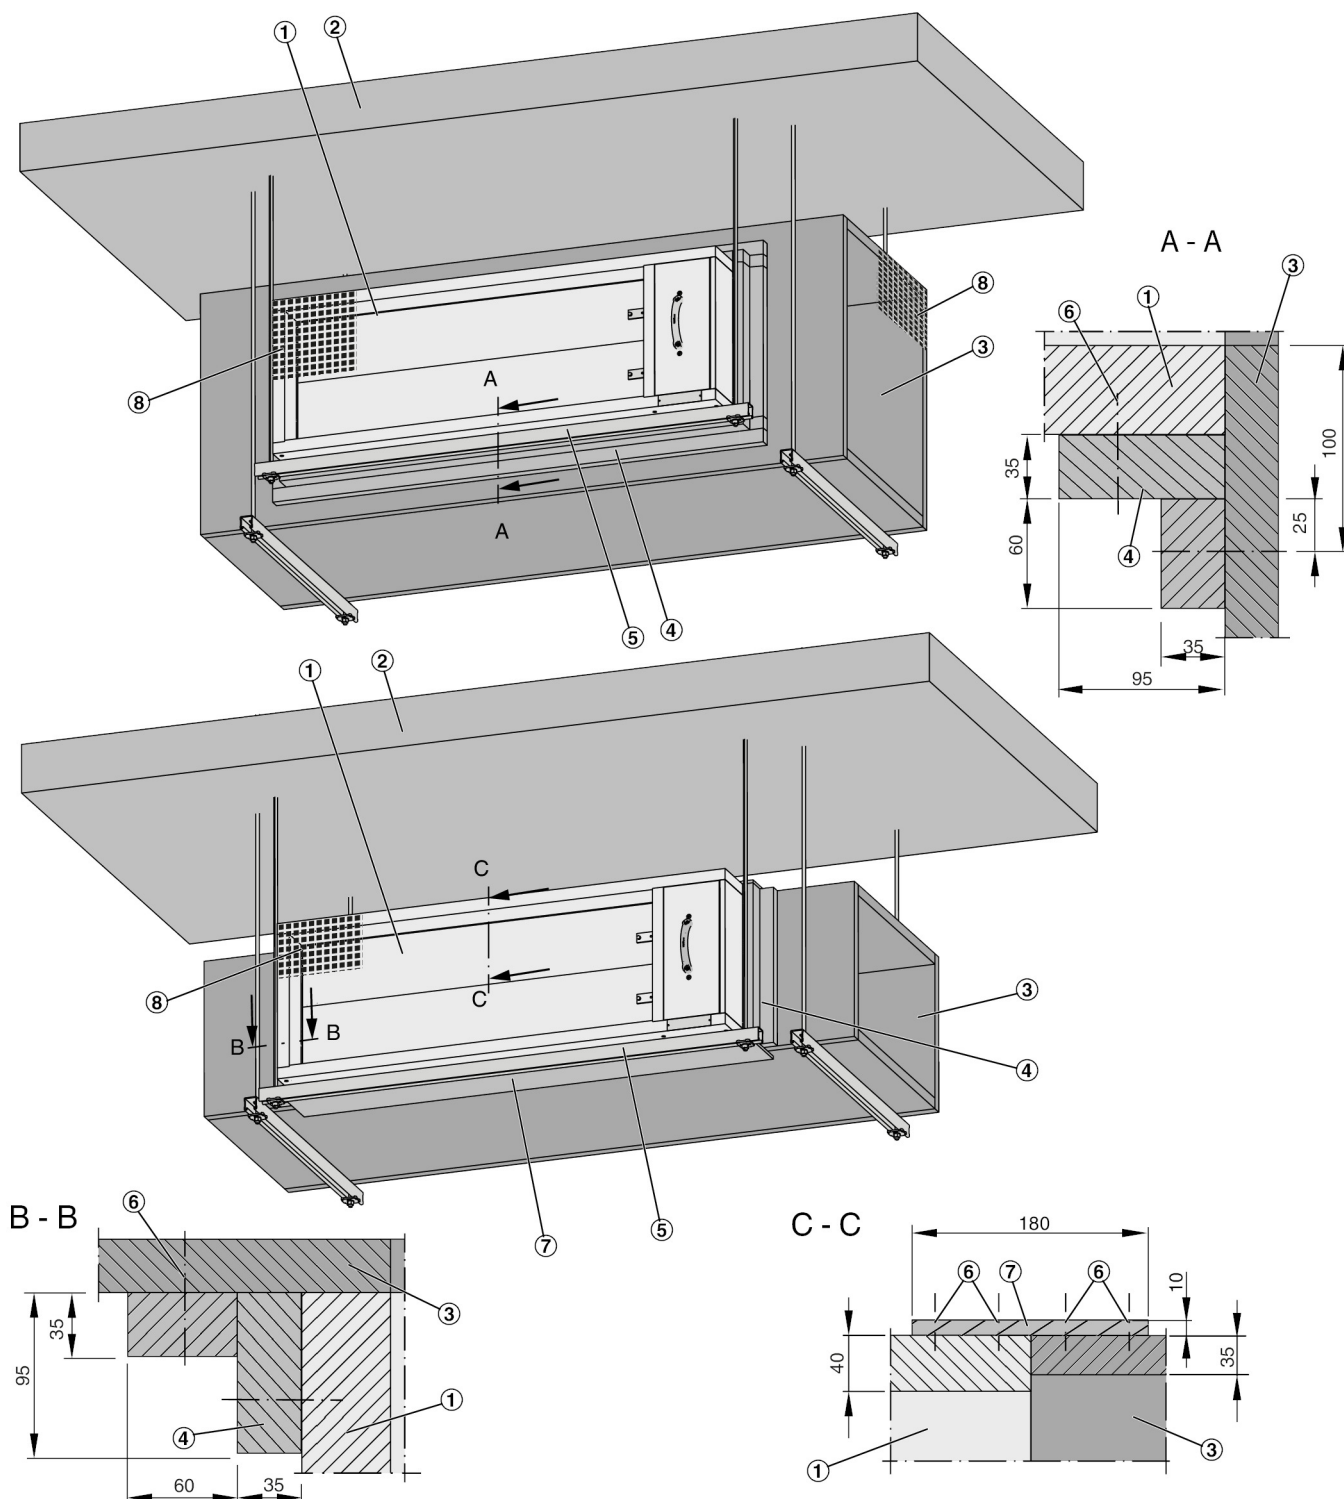

Abb. 31: Einbau an horizontale feuerwiderstandsfähige Entrauchungsleitung
4. ▶ Bei gleicher Höhe von Entrauchungsleitung und Entrauchungsklappe, können der Riegel durch einen Verbindungstreifen ( Abb. 31 /7) ersetzt werden.
5. ▶ An der Entrauchungsklappe die Entrauchungsleitungen (Einbau- und/oder Bedienseite) anschließen ( Abb. 31 /8), ☞ 6 „Entrauchungsleitung und Abschlussgitter“ auf Seite 65 .